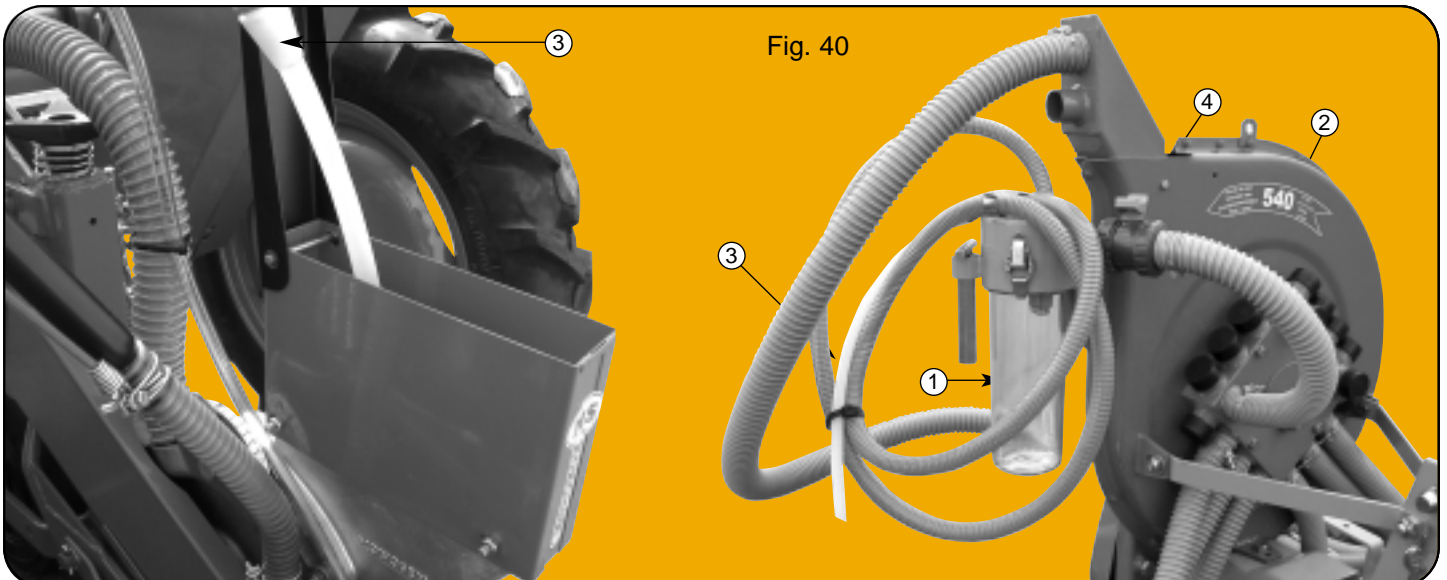

Fig. 40
Suivant (fig. 40) ci-dessous. Le support de l'ensemble bol collecteur ① se fixe au carter de turbine et se branche à l'une des sorties du bloc goulottes ②.
As shown (fig. 40) below. The collection container ① is mounted to the turbofan, by means of a mounting bracket, and is connected to one of the outlets of the manifold ②.
Wie unten gezeigt (fig. 40). Der Sammelbehälter ① wird einer Klammer am Ansaugsupport gehalten und dieser wird an der Turbine befestigt. Der Ansaugschlauch ② ist mit einem Ansaugstutzen der Turbine verbunden.
Según (fig. 40) aquí abajo. El soporte del recipiente colector ① se fija al cárter de turbina y se enchufa sobre una de las salidas del bloc-gargantas ②.